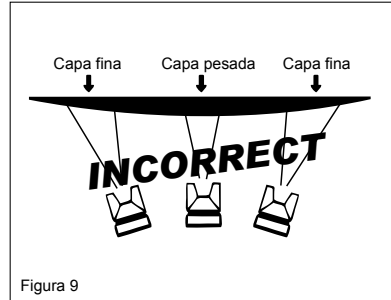

Figura 9
**Nota:** Siempre mantenga el paralelo pistola de pulverización se mueve a la superficie que está recubierta durante la pulverización. Detener la pistola en la mitad de la carrera provocará una acumulación de pintura y dará lugar a carreras. No avente la pistola de lado a lado mientras que la pintura, ya que esto provocará una acumulación de pintura en el centro de accidente cerebrovascular y un recubrimiento insuficiente en cada extremo. (Ver Figura 9)